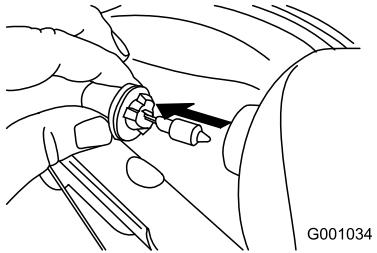

Figura 52
- Togliete la lampadina dal retro del faro (Figura 52).